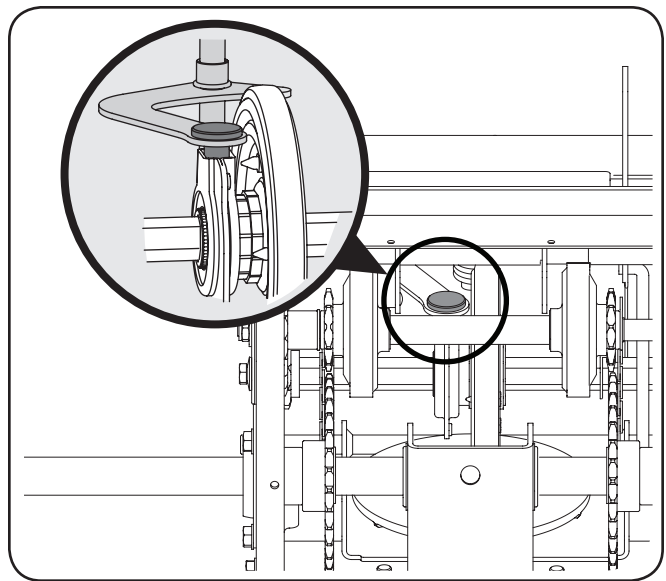

Figura 7-12
9. Vuelva a colocar el conjunto de la rueda de fricción en el marco de la máquina quitanieve. Inserte el pasador del conjunto del brazo de desplazamiento en el conjunto de la rueda de fricción y mantenga el conjunto en su lugar. Consulte la Figura 7-12.